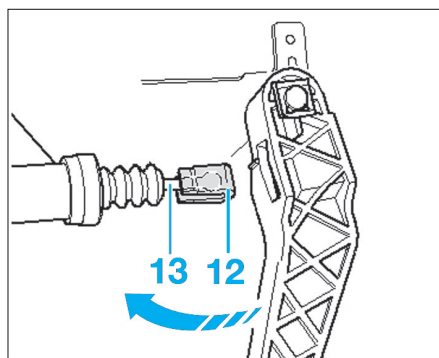

Fig. 13
- Placer le logement (12) sur la tige de poussée (13) (Fig.13).